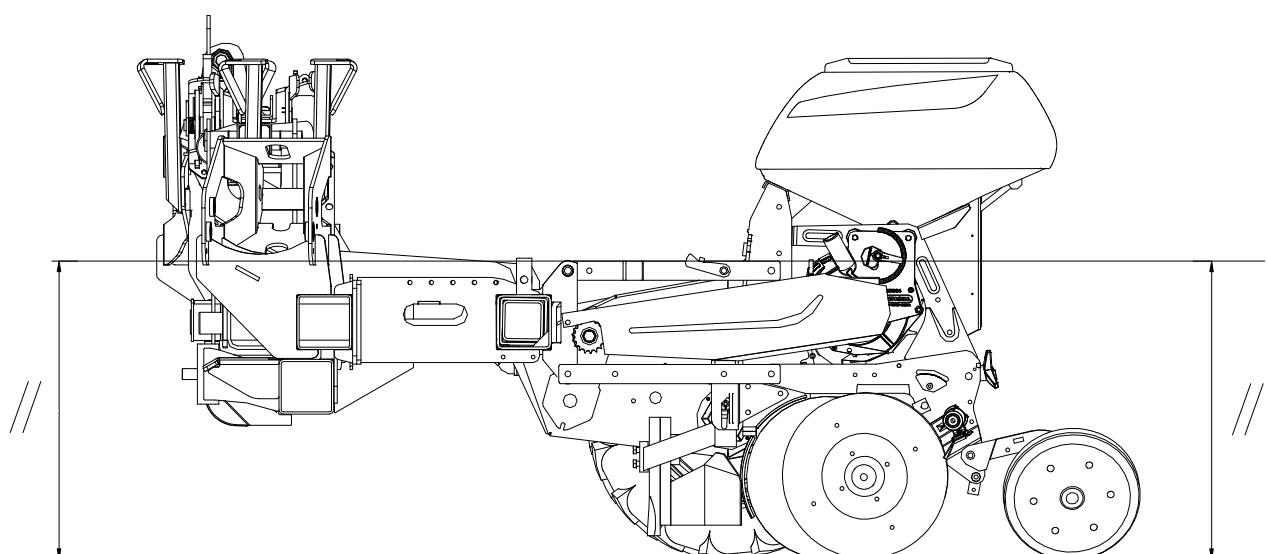

Fig. 5
- Aplomb : ajustez la longueur du tirant 3^e point (fig. 3) pour que, semoir posé au sol, la face supérieure du tube de châssis soit parallèle au sol (fig. 5).
- Plumb: adjust the length of the 3-point tie rod (fig. 3) so that when the planter is placed on the ground, the upper side of the shaft of the frame is parallel to the ground (fig. 5).
- Lotrechte Stellung: Die Länge der Zugstange 3. Punkt (Abb. 3) so einstellen, dass die Oberseite des Rahmenrohrs, bei abgestellter Sämaschine, parallel zum Boden verläuft (Abb. 5).